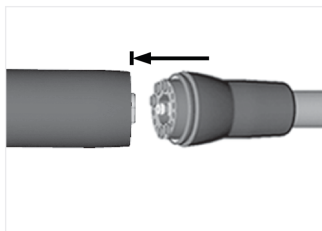

FIG. 2
2. Tilslut motoren til den proprietære slange (med forbindelsesstykke type MX2) som vist i **FIG. 2**.